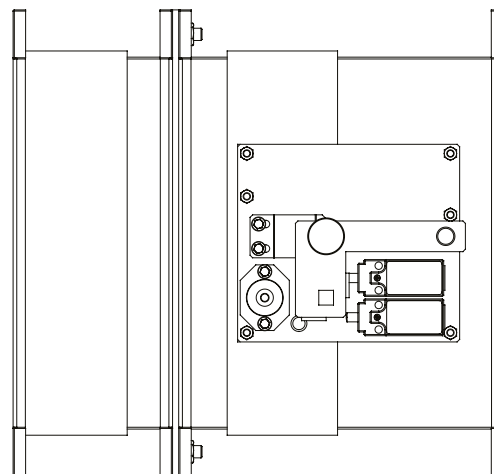

FIG. 2 Pala chiusa
- 3 - Portare la leva in posizione di sicurezza (come in FIG. 2) tirando il pomolo verso l'esterno, in questo modo si porta la molla di azionamento in posizione di minimo carico con leva a fine corsa;